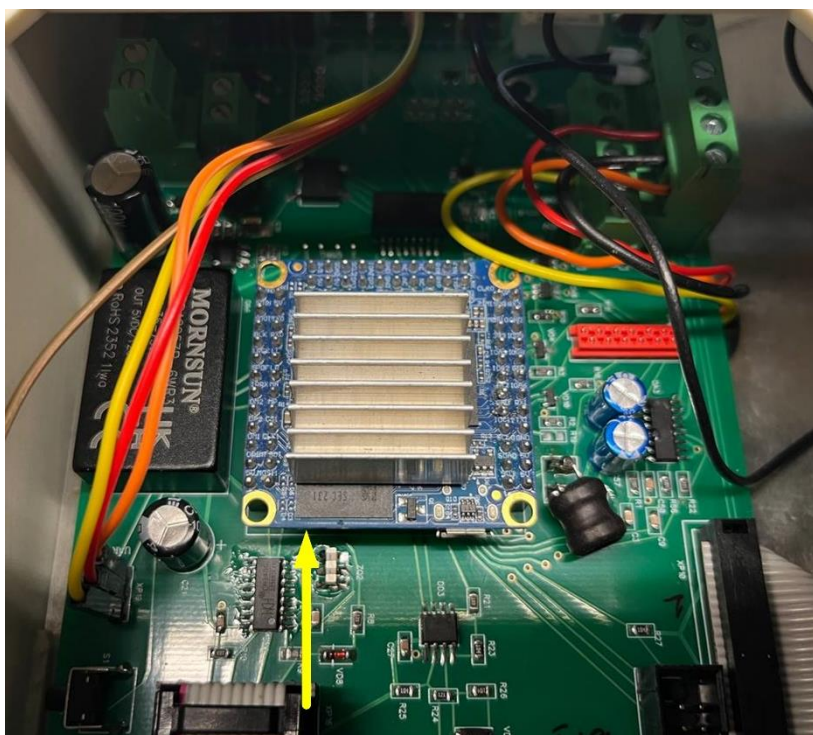

Рисунок 2– Установка micro SD карты
2.2.1 Установить micro SD карту в соответствующий разъем одноплатного компьютера устройства (рисунок 2).